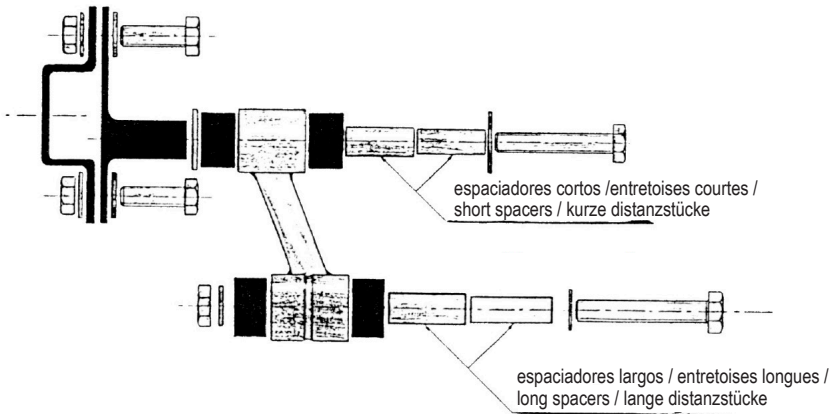

Fig 1
4. Place la biellette sur son support en respectant l'ordre de montage (voir figure 1).
4. Place the linkage rod on its bracket, following the assembly order (see figure 1).
4. Die Koppelstange in ihrer Halterung montieren und dabei die Montagefolge beachten (siehe Abbildung 1).